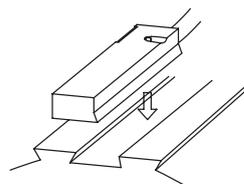

図1
- ① スwitchをシリンダ本体取付溝に上面より挿入してください。(図1)